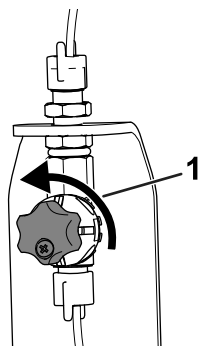

图 23
5. 初次操作时将泡沫浓稠度调节阀逆时针打开 1/8 至 1/4 圈图 23。